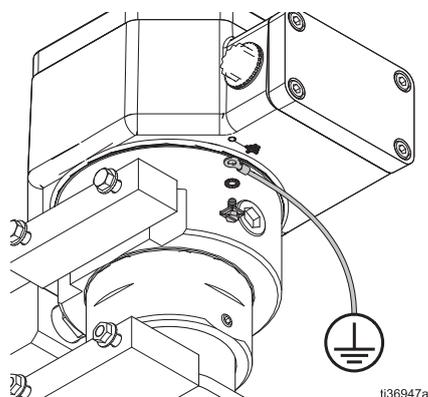

FIG. 7: Fio de terra externo
2. Apenas para aquecedores de localização perigosa: ligue um fio de terra como mostrado na FIG. 7. Desaperte o parafuso de terra e ligue um fio terra (Y, Graco Refo 222011 - não fornecido). Apertar bem o parafuso de terra. Ligar a outra extremidade do fio de ligação à terra a uma verdadeira ligação à terra.